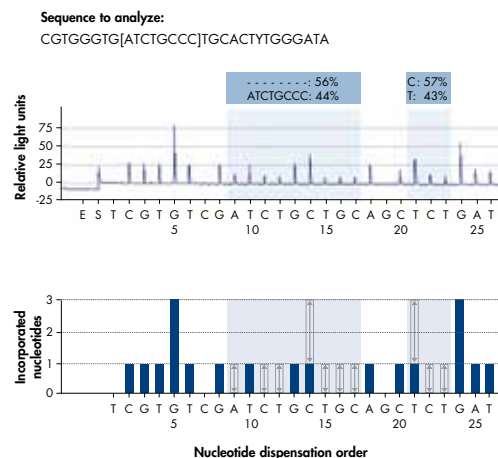

図 6. 隣接する複数の異なる変異型を単一ランで測定可能
- 単一ランで隣接する複数の異なる変異型を同時に測定可能 (図 6)